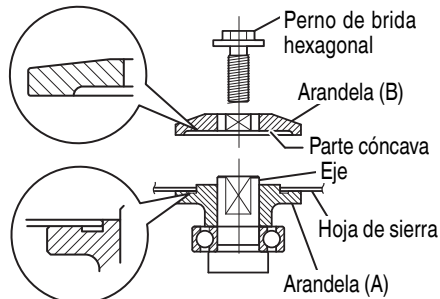

Fig. 8
2. Montaje de la hoja de sierra (Fig. 8)
- (1) Limpie perfectamente el serrín, etc., que se haya acumulado en el eje, los pernos, y las arandelas.
- (2) Aplique aceite de calidad para máquinas a las superficies de las arandelas (B) y (A) que entran en contacto con la cuchilla.
- (3) Como se muestra en la Fig. 8, un lado de la hoja de sierra debe acoplarse al centro saliente de la arandela (A) que coincide con el diámetro interno de la hoja de sierra, y el otro lado al lado cóncavo de la arandela (B).
- (4) Para asegurarse de que la hoja de sierra gira en la dirección correcta, asegúrese de que la flecha de la hoja de sierra apunta en la misma dirección que indica la flecha de la cubierta de sierra.
- (5) Apriete con los dedos el perno de brida hexagonal para fijar la hoja de sierra lo máximo posible. A continuación presione el botón de bloqueo, bloquee el husillo y apriete al máximo el perno de brida hexagonal con la llave de cubo.